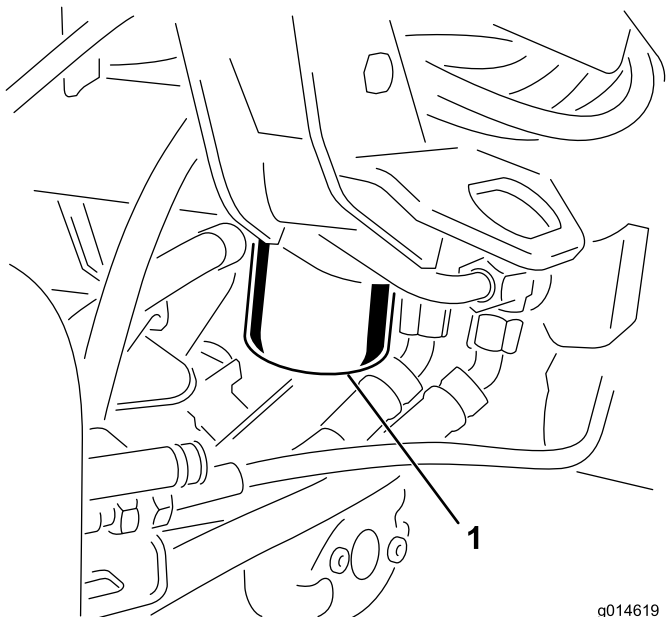

Figura 41
1. Limpie la zona de montaje del filtro (Figura 41). Coloque un recipiente debajo del filtro y retire el filtro.